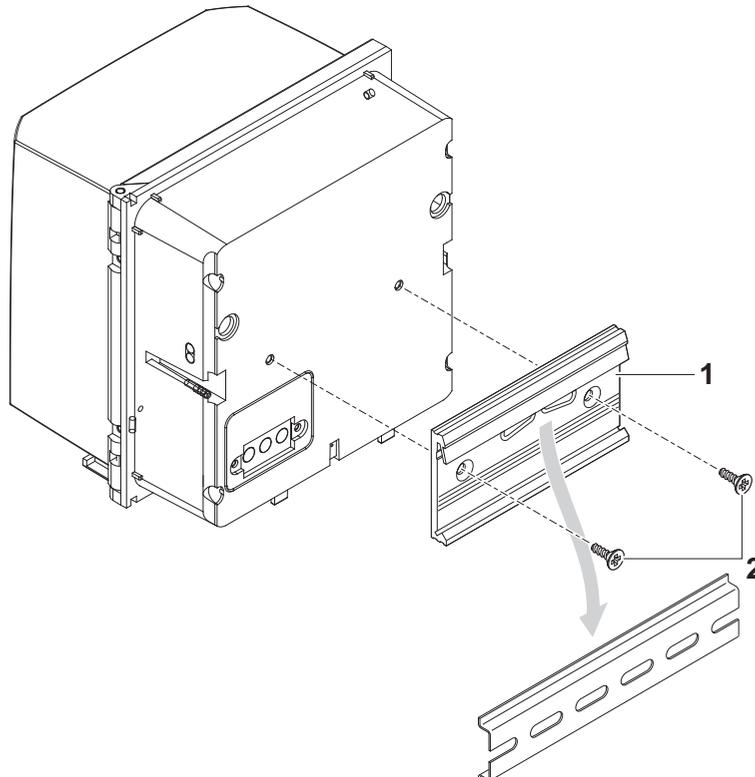

Fig. 3-9 Montaggio di DIQ/S 28X su guida a cappello
- 1 Assicurare il morsetto di serraggio (pos. 1 - Fig. 3-9) al retro del Trasmettitore Universale con le due viti autofilettanti per plastica (pos. 2).